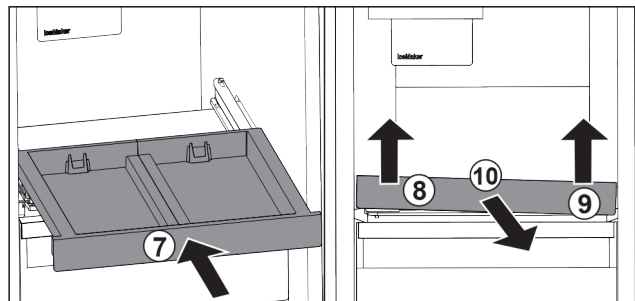

Fig. 171
- Inserire il ripiano estraibile. Fig. 171 (7)
- Sollevare il ripiano estraibile dalla parte anteriore a sinistra. Fig. 171 (8)
- Sollevare il ripiano estraibile dalla parte anteriore a destra. Fig. 171 (9)
- Rimuovere il ripiano estraibile tirandolo in avanti. Fig. 171 (10)